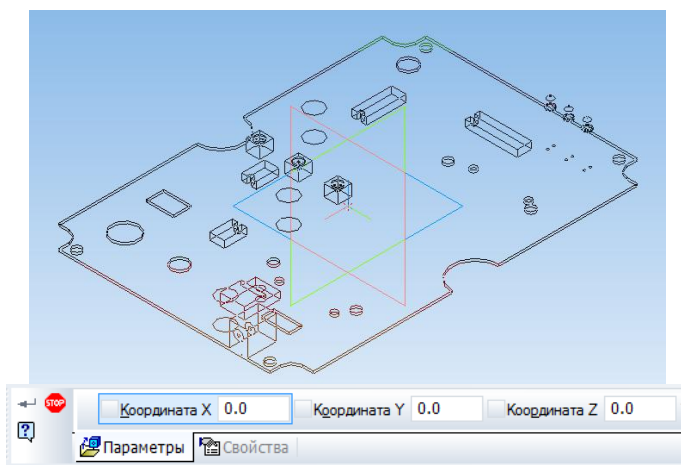

Рис. 4.2. Размещение платы в центре
2. Добавить в сборку корпус и разместить в центре аналогично плате (рис. 4.2).